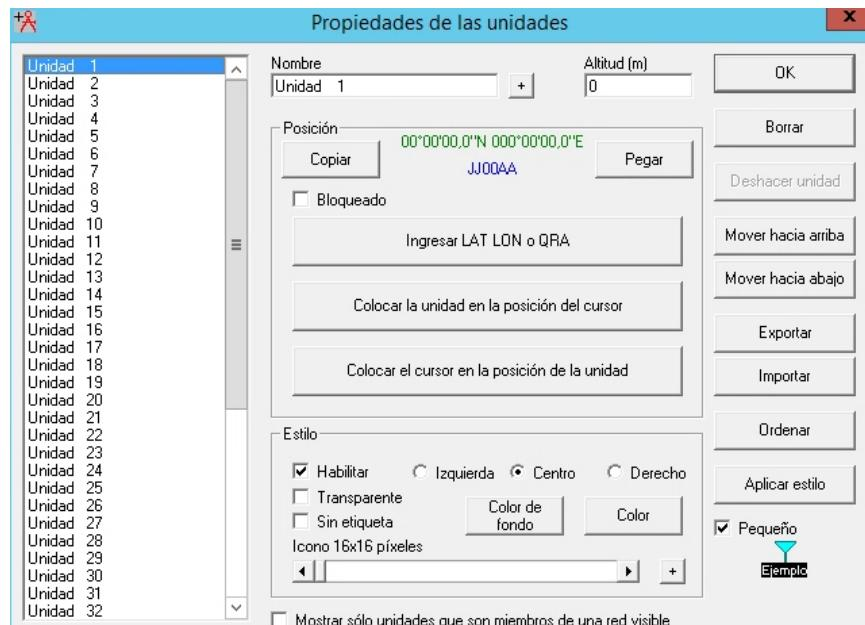

Figura 5: Configuración de propiedades de la unidad.
7. Luego de extraer el mapa se deberá agregar puntos de interés en los cuales se desea simular el radio enlace. Estos puntos se agregan de la siguiente manera: **File→Propiedades de la Unidad** o presionar **Crtl + U**. En la figura 5 se muestra las propiedades de la unidad.